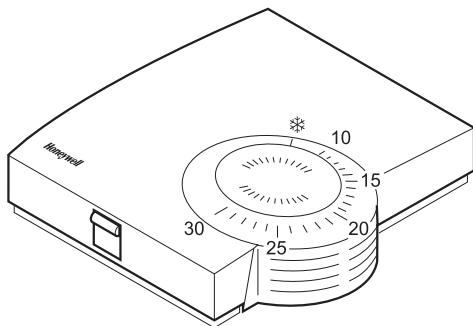

Fig. 15: Unitatea de cameră HCW 80 (setările de pe scală în °C)
- ▶ Selectați punctul de setare al temperaturii dorite în cameră cu ajutorul roții de reglare (vezi Fig. 15).
- ▶ Verificați dacă roțea de reglare este în poziția indicată în Fig. 15.